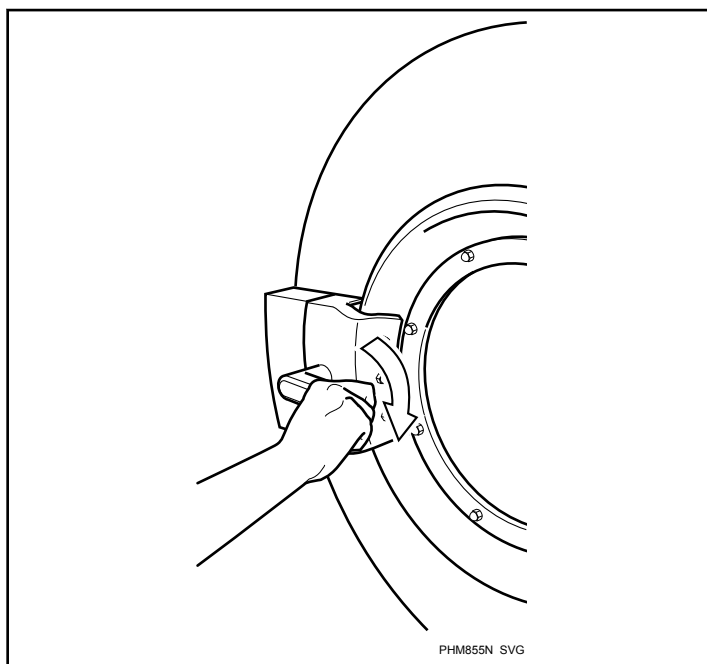

Рис. 40
2. Поверните ручку люка по часовой стрелке и поверните люк влево, чтобы открыть. См. Рис. 40.